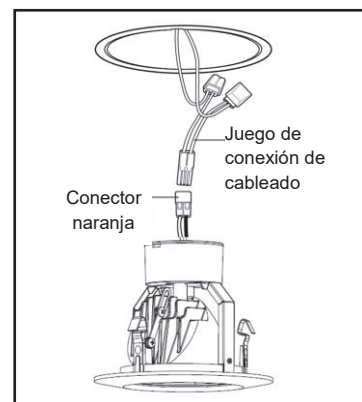

Figura 1
3. Retire el adaptador de enchufe de la caja. Corte ambos cables del adaptador junto al adaptador de enchufe y lejos del conector naranja; luego, deseche el portalámparas. Retire los dos (2) conectores de empalme rojo de la bolsa del juego del cableado. Forme pares con los cables conectores de la carcasa y los conectores naranjas por color hasta cada uno de los conectores rojos. Coloque el elemento de inserción de metal con forma de U en los cables y apriete con fuerza. Cierre la tapa para sujetar y aislar la conexión. (Consulte la figura 1).